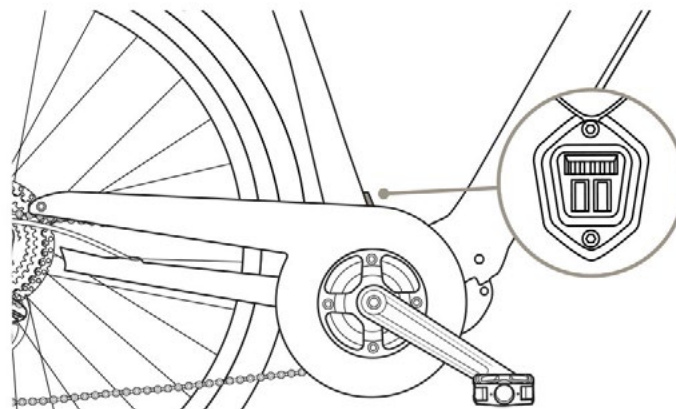

FIG. 12
- La prima collegando il carica cabatteria direttamente al telaio tramite l'apposita presa posta nel lato sinistro del tubo sella (Fig. 12).